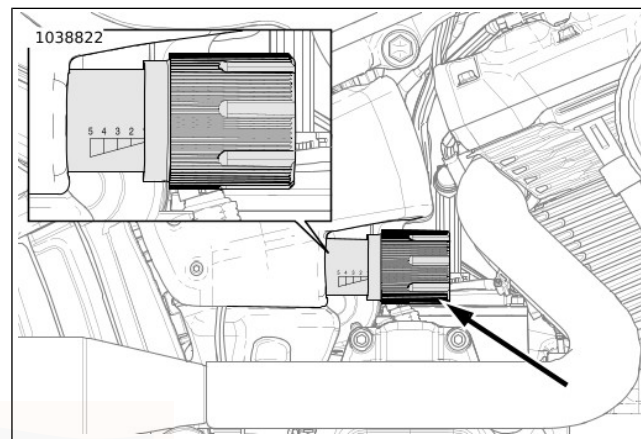

Figure 10. Bouton de réglage de la précharge
- b. Insérer la languette de SPANNER WRENCH KIT (KIT DE CLÉ À ERGOT) (N° DE PIÈCE : 14900102) dans les fentes de l'amortisseur arrière, tourner la came jusqu'à ce que l'indicateur (1) soit dirigé vers la valeur de précharge appropriée (2).
2. **Circuit hydraulique externe** : voir Figure 10.